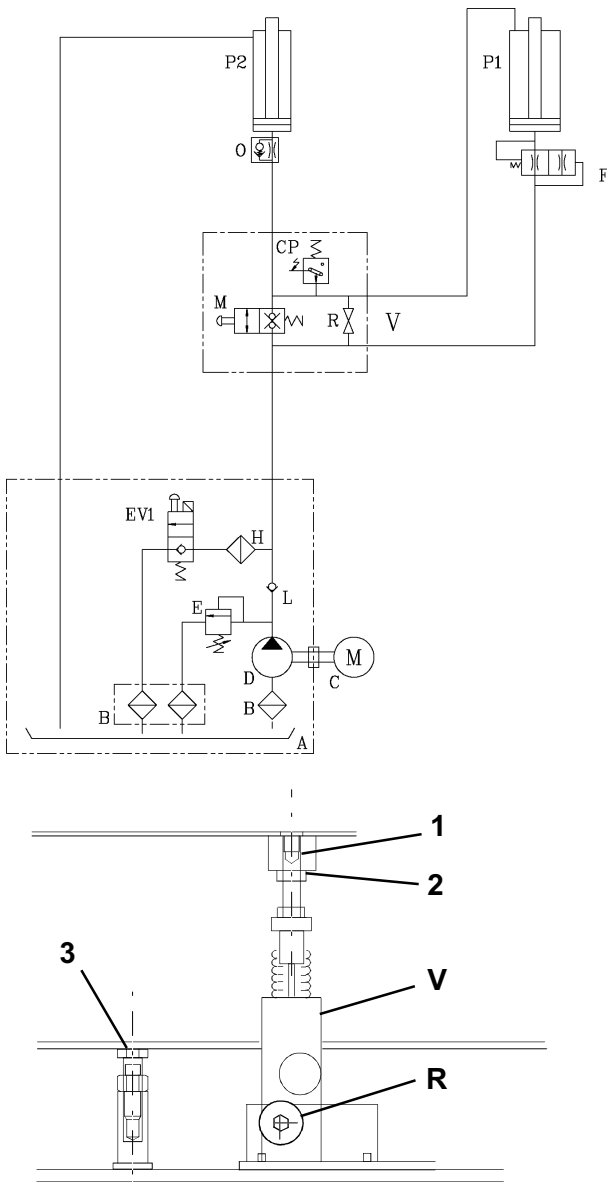
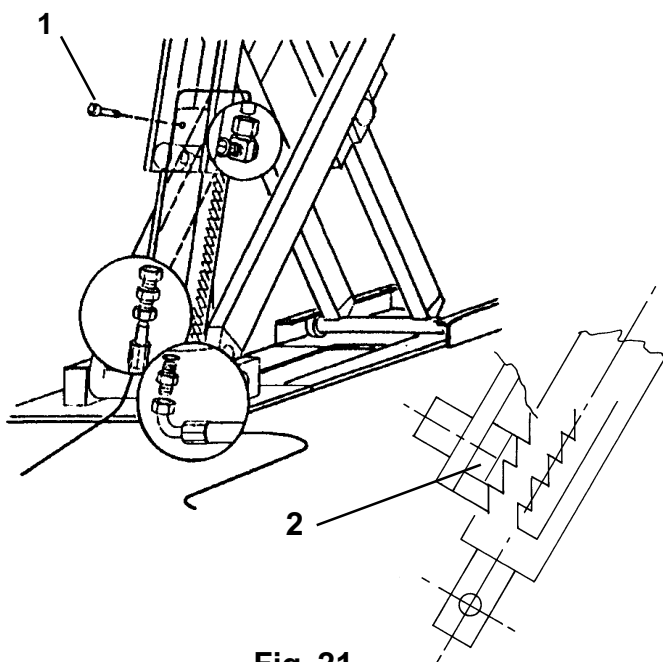

Fig. 20
Fig. 21
Il ponte è dotato di valvola di allineamento automatica posizionata sotto alla pedana **P2** ed indicata con **V**, vedi Fig. 20. La valvola è tarata in fabbrica nella posizione tutta bassa determinata dai registri (3). Se si dovesse agire sulle viti di registrazione pedane (3), Fig. 20, allentare completamente il controdado (2) e la vite (1). Dopo aver regolato l'altezza della pedana, avvitare la vite (1) fino a che non si vede sollevare la pedana, poi svitare di un giro e bloccare con controdado (2).
The lift is fitted with an automatic synchronisation valve **V** located beneath platform **P2**, shown in Fig.20. At the factory, the valve is calibrated to the fully down position determined by adjusters (3). If you need to work on the platform adjusters (3), Fig. 20, slacken the check nut (2) and the screw (1) completely. Set platform to proper height, then tighten the screw (1) until the platform starts to rise, then unscrew one turn and lock with the check nut (2).
Die Hebebühne ist mit einem unter der Fahrschiene **P2** angeordneten automatischen Ausgleichsventil versehen. Dieses Ventil ist mit **V**, siehe Abb. 20, gekennzeichnet. Es wird im Werk, in der niedrigsten, durch die Verstellerschrauben (3) bestimmten Position, geeicht.
Sollten die Verstellerschrauben der Fahrschienen (3) Abb. 20 betätigt werden, die Kontermutter (2) und die Schraube (1) komplett lösen. Nach der Höhenverstellung der Fahrschienen, die Schraube (1) so lange anschrauben, bis die Fahrschiene hochfährt, dann eine Drehung zurückschrauben und mit der Kontermutter (2) blockieren.
Le pont élévateur est équipé d'une vanne pour l'alignement automatique située sous le chemin de roulement **P2** et indiquée par la lettre **V**, voir Fig. 20. La vanne est réglée par le fabricant dans la position la plus basse du pont élévateur déterminée par les régulateurs (3). En cas d'intervention sur les vis de réglage des chemins de roulement (3), Fig. 20, desserrer complètement le contre-écrou (2) et la vis (1). Après avoir réglé la hauteur du chemin de roulement, serrer la vis (1) tant que le chemin de roulement ne se soulève pas, puis desserrer d'un tour et bloquer avec le contre-écrou (2).
El puente dispone de una válvula de alineación automática ubicada debajo de la plataforma **P2**, evidenciada con **V**, ver Fig.20. La válvula ha sido regulada de fábrica en la posición más baja determinada por los reguladores (3). Si resulta necesario intervenir en los tornillos de regulación de las plataformas (3), Fig.20, es necesario aflojar completamente la contratuerca(2) y el tornillo(1). Una vez que ha sido regulada la altura de la plataforma, atornillar el tornillo (1) hasta que la plataforma se levante, a continuación destornillar de una vuelta y bloquear con la contratuerca (2).
con il rubinetto **R** chiuso, vedi Fig. 20, premere il pulsante di salita fino a battuta meccanica pedana **P1** (non importa la pedana **P2**). Svitare la vite (1) (Fig. 21) del cilindro **P1** per spurgare l'aria (può verificarsi la discesa di **P2**) poi riavvitare.
Aprire il rubinetto **R** (Fig. 20) e premendo il pulsante di discesa fare scendere **P2** fino a terra, poi farla risalire 3-4 volte fino a 50-
With tap **R** closed, see Fig. 20, press the rise button until platform **P1** reaches mechanical stop (platform **P2** does not matter here). Loosen the screw (1) (Fig. 21) of cylinder **P1** to bleed the air (**P2** may descend) then tighten the screw again.
Open tap **R** (Fig. 20) and press the descent button to lower **P2** to the ground, then raise it again 3-4 times up to 50-70 cm above the ground.
bei geschlossenem Hahn **R**, siehe Abb. 20, die Hebesteuertaste drücken, bis es zum mechanischen Anschlag der Fahrschiene **P1** kommt (die Fahrschiene **P2** ist hierbei nicht wichtig).
Zum Entlüften die Schraube (1) (Abb. 21) des Zylinders **P1** lösen (**P2** könnte sich senken), dann wieder anziehen.
Die pneumatische Versorgung vom Zylinder der mechanischen Stützvorrichtung unter der Fahrschiene **P1** trennen, damit die Stützvorrichtung auf dem letzten Zahn eingehakt bleibt (Zylinder ganz ausgefahren). Den Hahn **R** (Abb. 20) öffnen und durch
Le robinet **R** doit être fermé (voir Fig. 20): actionner la montée et porter le chemin de roulement **P1** dans sa position de butée mécanique (peut importe la position du chemin de roulement **P2**).
Desserrer la vis (1) (Fig. 21) du vérin **P1** pour purger l'air (il se peut que **P2** descende), puis resserrer.
Ouvrir le robinet **R** (Fig. 20) et appuyer sur le bouton-poussoir
con el grifo **R** cerrado, ver Fig. 20, presionar el pulsante de subida hasta alcanzar el tope mecánico de la plataforma **P1** (no tiene importancia la plataforma **P2**).
Aflojar el tornillo (1) (Fig. 21) del cilindro **P1** para purgar el aire (es posible que **P2** descienda), luego enroscar nuevamente. Desactivar la alimentación neumática del cilindro bloqueo mecánico situado debajo de la plataforma **P1**, para que permanezca enganchado en el último diente (cilindro totalmente tensado).
Abrir el grifo **R** (Fig. 20) y presionar el pulsante de bajada, proceder con el descenso de **P2** hasta el pavimento, luego proceder con la fase de subida repitiendo la operación 3-4 veces hasta una altura de 50-70 cm del suelo.